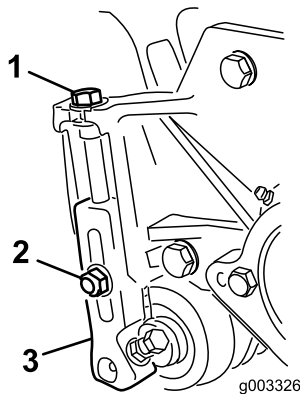

Figura 16
1. Afloje las contratuercas que fijan los brazos de altura de corte a las chapas laterales de la unidad de corte (Figura 16).